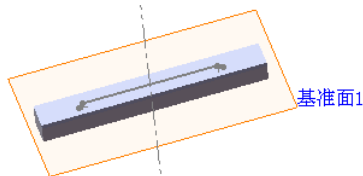
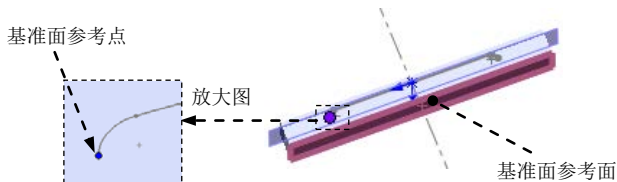

图 15.3.19 基准面 1
图 15.3.20 基准面参考点、面
Step4. 创建图 15.3.19 所示的基准面 1。
(1) 选择下拉菜单 **插入(I)** → **参考几何体(G)** → **基准面(P)...** 命令，系统弹出“基准面”对话框。
(2) 选取参考实体。选取图 15.3.20 所示的面和点为参考实体。
(3) 单击 **✓** 按钮，完成基准面 1 的创建。
(1) 单击任务窗格中的“设计库”按钮 ，打开“设计库”对话框。
(2) 单击“设计库”对话框中的 **ch15** 节点，在设计库下部的列表框中选择“barrette_shaped_tool_03”文件并拖动到图 15.3.20 所示的平面，在弹出的“成形工具特征”对话框中单击 **✓** 按钮。